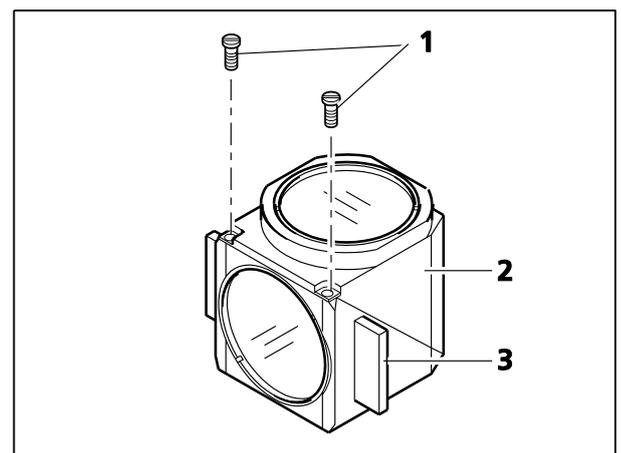

Fig. 38 Remplacement du séparateur de faisceau
- Desserrer les deux vis fendues (Fig. 38/1) à l'aide d'un tournevis.
- Maintenir ensemble les deux moitiés du module réflecteur (moitié **émission** (Fig. 38/2) et moitié **excitation** (Fig. 38/3) ; les mettre dans la position inverse par rapport à leur positionnement lors de leur installation, puis les déposer.
- Incliner la moitié **excitation** (Fig. 38/1), qui est maintenant en haut, et la retirer des éléments support (Fig. 38/5b) de la moitié inférieure (**émission**) (Fig. 38/4).
- Retirer le séparateur de faisceau (Fig. 38/2) et le cadre à ressort (Fig. 38/3) de la moitié inférieure du module.
- Retirer l'ancien séparateur de faisceau et placer avec précaution le nouveau sur le cadre à ressort (Fig. 38/3), côté réfléchissant orienté vers le haut, puis placer les deux pièces ensemble dans la moitié inférieure du module. S'assurer que la languette située sur le côté du cadre à ressort est positionnée dans l'encoche de la moitié inférieure du module.
- Placer la moitié **excitation** du module (Fig. 38/1) sur la moitié **émission** (Fig. 38/4) (les éléments support Fig. 38/5b s'engagent avec des œillets Fig. 38/5a). Tout en maintenant les deux moitiés ensemble, repositionner le module pour pouvoir l'insérer.